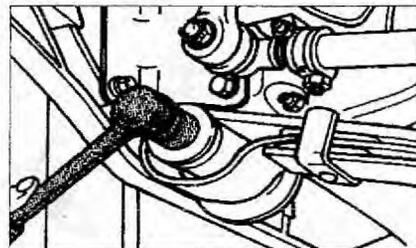

Рис. 5.9. Открутите гайку крепления переднего кронштейна и снимите прокладку.
4. Открутите гайку крепления переднего кронштейна и снимите прокладку (рис. 5.9).